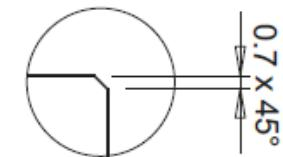

Fig.1
- **APEX** can be installed using the lighting profile power cable in axial (figure 1) or radial (figure 2) position with respect to the assembly plan.
For installations with the power cord in an axial position to drill a hole diameter of $\phi \geq 8\text{mm}$ as in the example shown in Figure 1. For installations with the power cord in radial position to drill a hole on the $\phi \geq 8\text{mm}$ mounting plan as shown in the example in Figure 2. In terms of specific requirements, it is possible to drill the power cable outlet hole in other positions, provided they do not affect the integrity of the cable and/or connector installed on it.
- **APEX** kann mit dem Stromkabel für das Lichtprofil in axialer (Abb. 1) oder radialer (Abb. 2) Position zur Montagefläche installiert werden. Für Anlagen mit dem Stromkabel in einer axialen Position einen Lochdurchmesser von $\varnothing \geq 8$ mm, wie in dem Beispiel in Abbildung 1 dargestellt.
- APEX peut être installé à l'aide du câble d'alimentation du profilé lumineux en position axiale (fig. 1) ou radiale (fig. 2) conformément au
plan de montage. Pour les installations avec le cordon d'alimentation dans une position axiale pour forer un diamètre de trou de $\varnothing \geq 8$ mm comme le montre l'exemple de la figure 1.